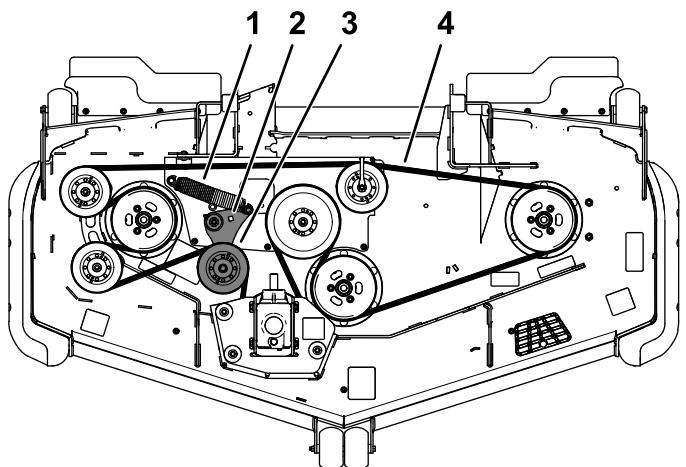

Bild 55
5. Setzen Sie eine Ratsche in das rechteckige Loch im Spannarm ein, um die Spannung an der Spannscheibenfeder zu lösen (Bild 55).
7. Legen Sie den neuen Riemen um die Riemscheibe des Mähers (Bild 55).
8. Stellen Sie sicher, dass die Federenden in den Ankernuten sitzen, und legen Sie den Riemen mit Hilfe der Ratsche im rechteckigen Loch um die Umlenkrolle (Bild 55).